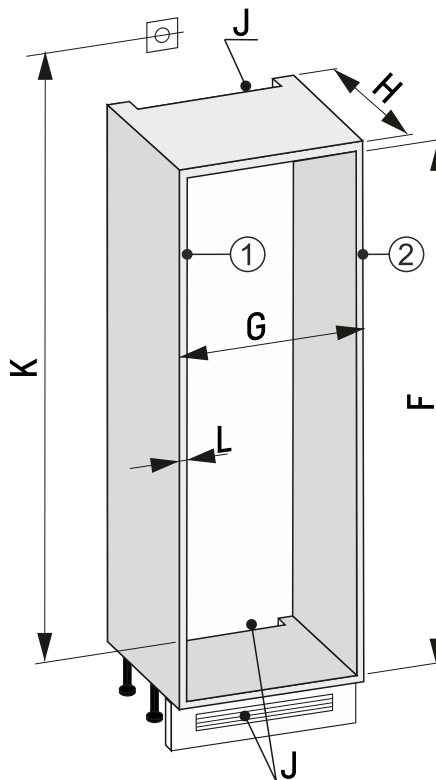

Fig. 91 Ниша 30"
- Измерете дебелината на стената на шкафа Fig. 91 (L).